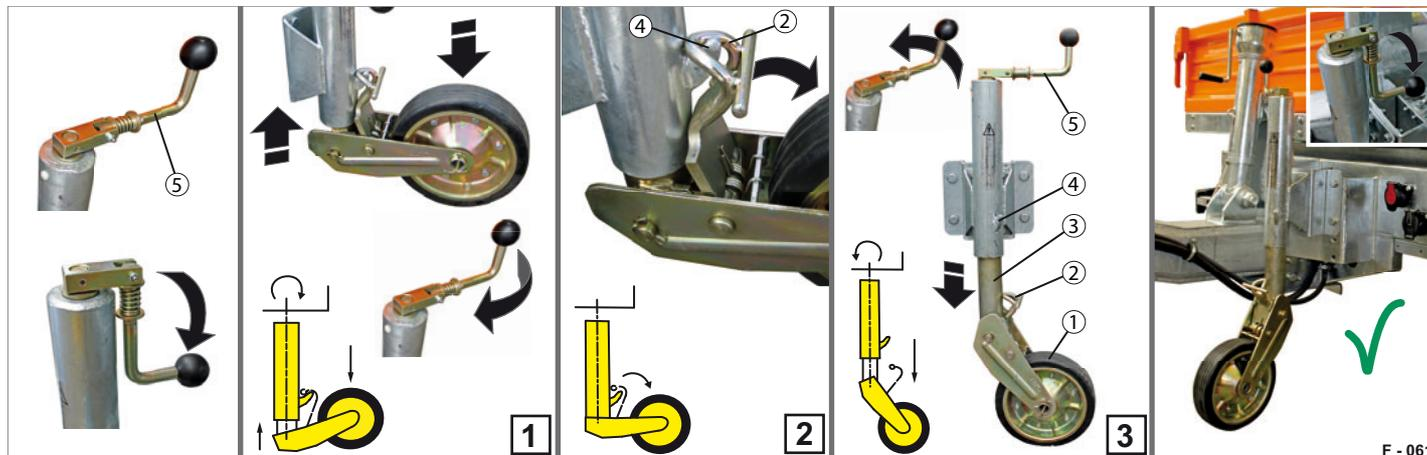

Abb. 58 Stützrad hochgestellt / gesichert
- ▶ Klappen Sie die Kurbel (Abb. 58/5) aus. Drücken Sie gegen die Feder.
- ▶ Kurbeln Sie im Uhrzeigersinn, bis die Öse (Abb. 58/2) aus dem Haken (Abb. 58/4) herausgenommen werden kann.
- ▶ Kurbeln Sie gegen Uhrzeigersinn, bis das Stützrad (Abb. 58/1) sich auf den Untergrund absetzt.
- ▶ Klappen Sie die Kurbel (Abb. 58/5) ein.